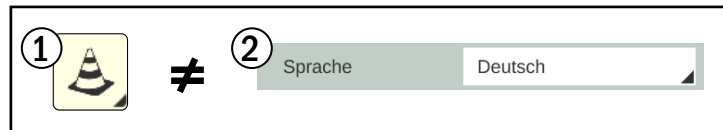

Abb. 37: LongPress-Button und Auswahlliste
LongPress-Buttons (1) sind jedoch nicht zu verwechseln mit Auswahllisten (2), die durch Antippen des kleinen, schwarzen Pfeils eine Auswahlliste zeigen (siehe Abb. 37).